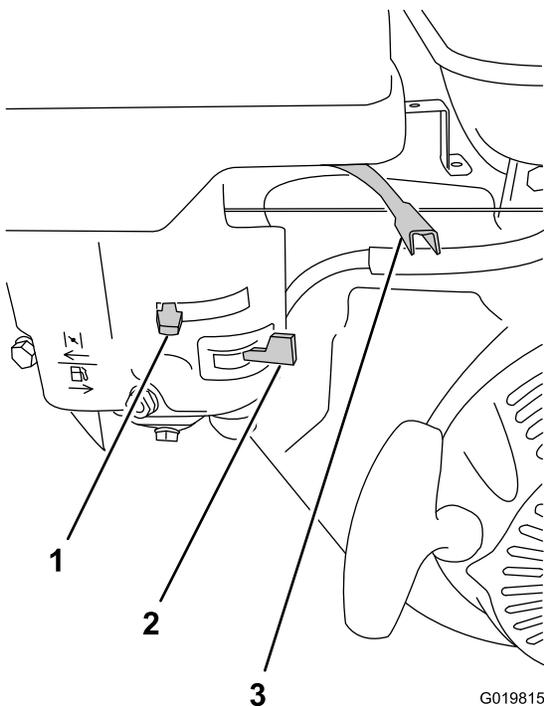

Figure 16
1. Sur le moteur, éloignez la commande d'accélérateur de la position Min et déplacez-la du tiers de sa course vers la position Max (Figure 16); voir Commande d'accélérateur (page 9).
2. Tournez le robinet d'arrivée de carburant complètement à droite en position ouverte (Figure 16); voir Robinet d'arrivée de carburant (page 8).
- Pour démarrer le moteur s'il est froid, déplacez la commande de starter complètement vers la gauche, en position fermée (Figure 16); voir Commande de starter (page 9).
4. Tournez la commande du moteur à la position Marche (Figure 16); voir Commande Marche/Arrêt du moteur (page 9).
1. Vérifiez que la commande de starter est à la position hors service (Figure 16); voir Commande de starter (page 9).
2. Réglez la commande d'accélérateur à la position Min (Figure 16); voir Commande d'accélérateur (page 9).